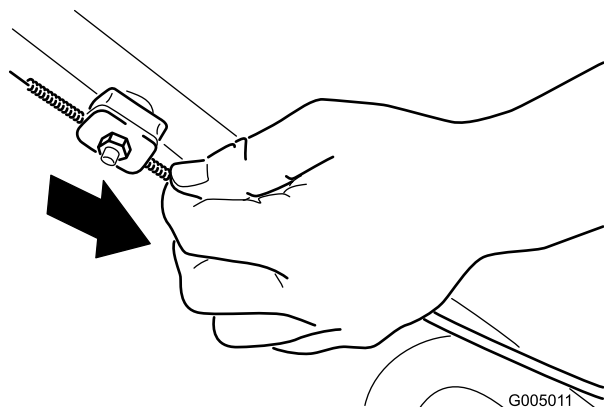

Figure 33
2. Tirez la gaine du câble vers le bas (vers la tondeuse) jusqu'à ce qu'il n'y ait plus de mou dans le câble (Figure 33).